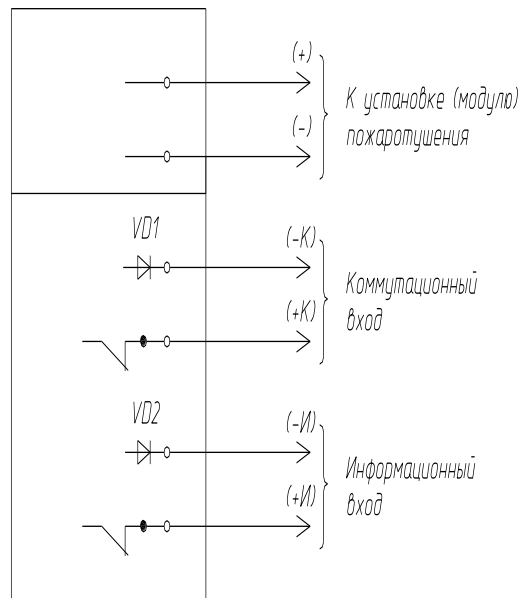

Рисунок 2. Схема электрическая подключения датчиков защиты ДЗ.
4.1 Устройство датчиков защиты ДЗ приведено на рис. 1, схема электрическая подключения датчиков – на рис. 2.